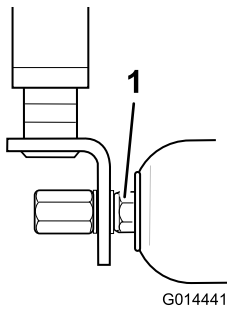

Figure 68
2. En cas de jeu axial excessif, utilisez la clé fournie pour serrer avec précaution les écrous à chaque bout du rouleau jusqu'à la suppression du jeu (Figure 68).